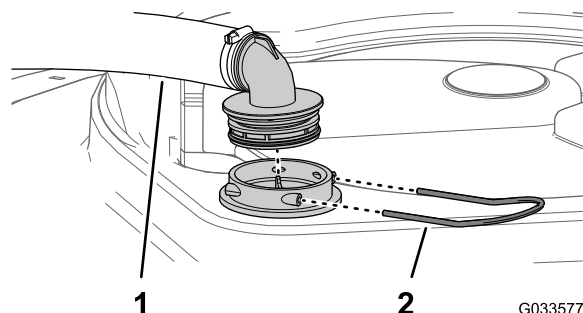

Bild 53
2. Nehmen Sie oben am Sprühbehälter den Halter ab, mit dem das Schlauchanschlussstück befestigt ist, das am dicken Schlauch und dem Filtergehäuse angeschlossen ist (Bild 53).
3. Nehmen Sie den Schlauch und das Schlauchanschlussstück vom Filtergehäuse ab (Bild 53).